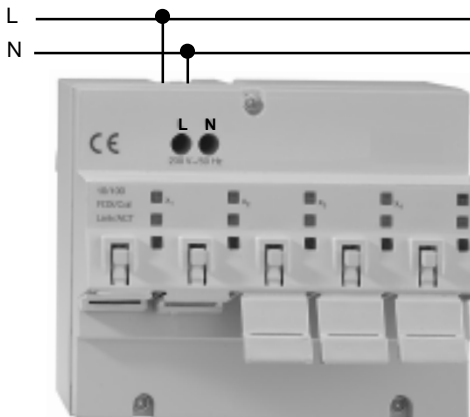

Bild 5
- 1 Schließen Sie die Netzspannung gemäß Bild 5 an die Klemmen L und N an.
- 1 Connect the mains voltage to the terminals L and N according to fig. 5.